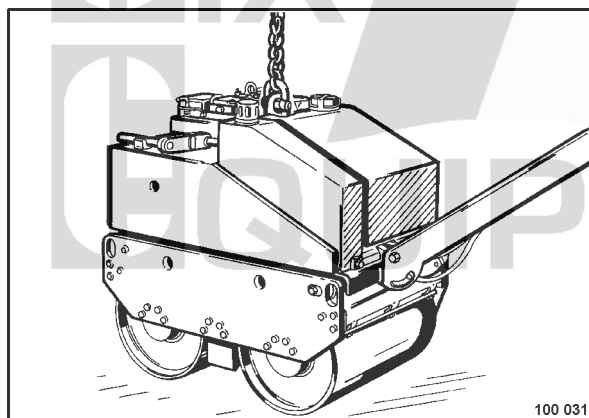

fig. 49
- Fixer le crochet à l'anneau de levage central (fig. 49) au cadre pour soulever la machine à l'aide d'un dispositif de levage.